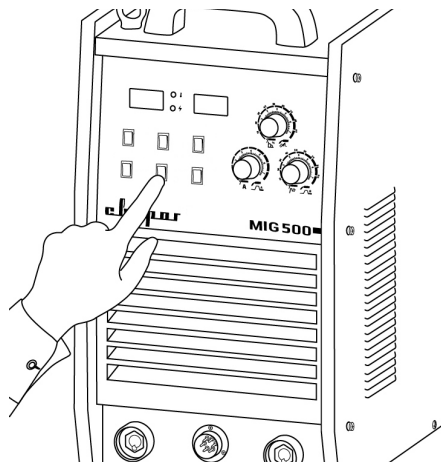
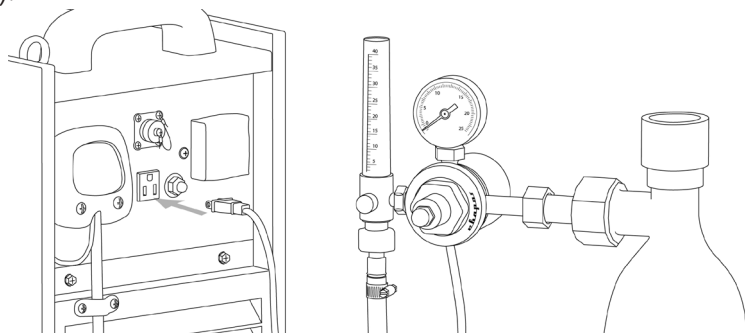

Рис. 8.20. Выбор защитного газа.
Рис. 8.25. Подключение подогревателя газа.
4. Выберите защитный газ (См. рис. 8.20). Защитный газ выбирается в зависимости от требований, предъявляемых к сварочному шву (См. раздел 10). При выборе CO₂ рекомендовано использовать подогреватель газа (См. рис. 8.25).
При интенсивной работе внизу баллона CO_2 может образовываться большое количество влаги из-за перепада температур. Чтобы избежать попадания влаги в сварочный шов и возможного обмерзания редуктора/регулятора газа, на задней панели аппарата установлен специальный разъём с напряжением питания 36В для подключения подогревателя газа (См. рис. 8.25).